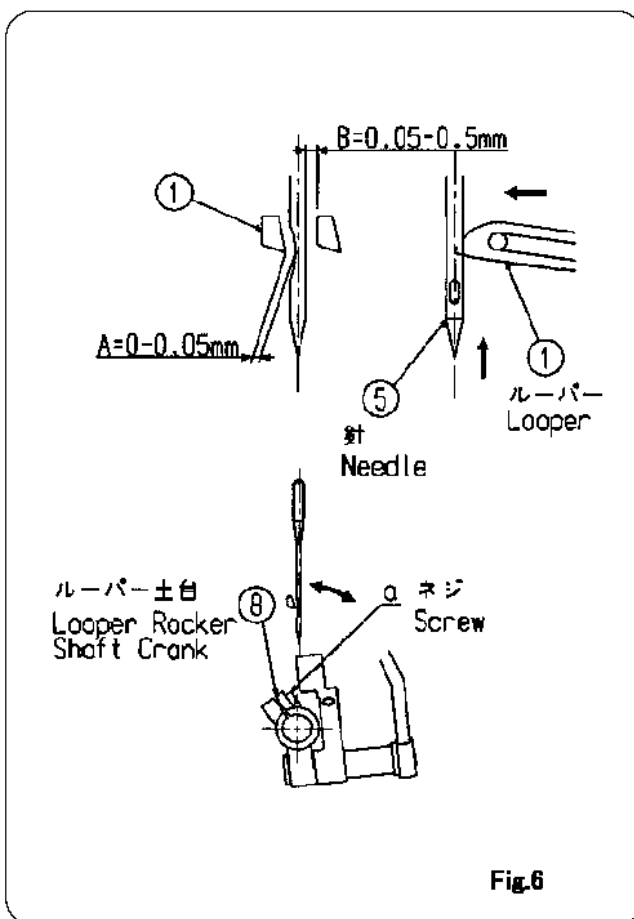

Fig.6
Clearance between Needle ⑤ and Loper ① is 0(zero) to 0.05mm as Loper passes far side of Needle in its forward travel, as shown in Fig.6. In no case, Loper should hit Needle. To adjust, loosen screw (a) of Loper Rocker Shaft Crank ⑧.
針とルーバーの隙間は Fig.6 で示すように、ルーバー①の先端が針⑤の後を通過するとき、針との隙間が $A=0\sim 0.05\text{mm}$ になるようにして、針の後を突かないように調整してください。